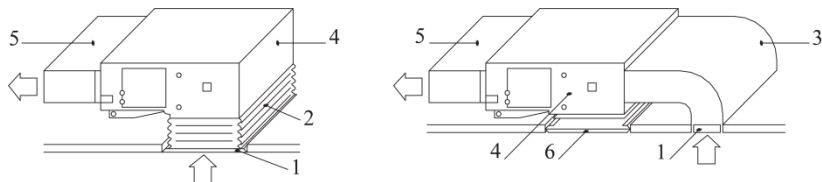

Fig. 12
e. O método de instalação pode ser selecionado tendo em consideração as condições dos edifícios, manutenção, etc., como mostrado na Fig. 12.